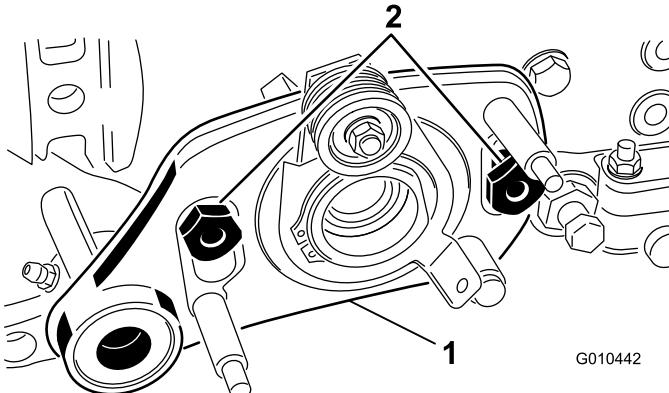

Figure 6
9. Insérez l' entraînement gauche sur les boulons et fixez-le avec 2 écrous à épaulement (Figure 6).